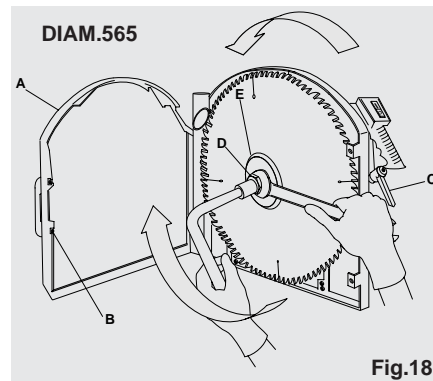

Fig.18
Aprire lo sportello (A) del carter coprilama agendo con una chiave sulla vite (B), bloccare il carter in basso tramite la manopola (C). In questa condizione avrete lo spazio necessario per allentare il dado con filettatura sinistrorsa (D), tenere fermo l'albero motore inserendo una brugola come in fig. 18 ed agire con una chiave aperta in senso orario. Nel compiere questa operazione attenzione a non ferirsi urtando la lama, si consiglia quindi l'uso di guanti. Sfilare la flangia esterna (E), in modo d'accedere all'albero motore, su cui effettuare il montaggio/sostituzione della lama. Ripetere tutta la procedura al contrario per completare l'operazione.